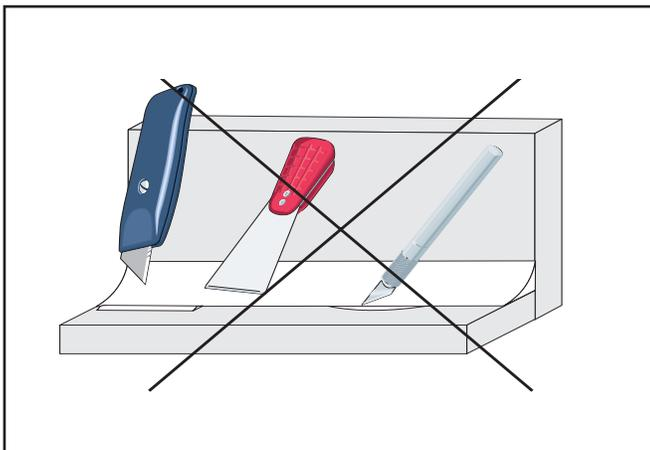

Figure 5 - Outils de nettoyage interdits
- E. Ne jamais retirer les excès de colle de la structure avec un objet coupant (ex. : couteau à lame rétractable, couteau à mastic, couteau tailleur de style *Exacto*, etc.) Voir Figure 5.**